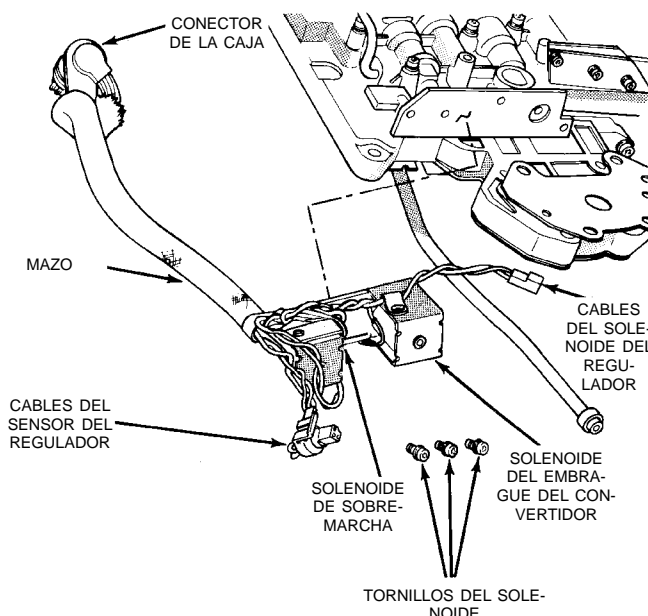

Fig. 51 Conjunto del solenoide
(12) Retire el conjunto de solenoide y mazo del cuerpo de válvulas (Fig. 51).